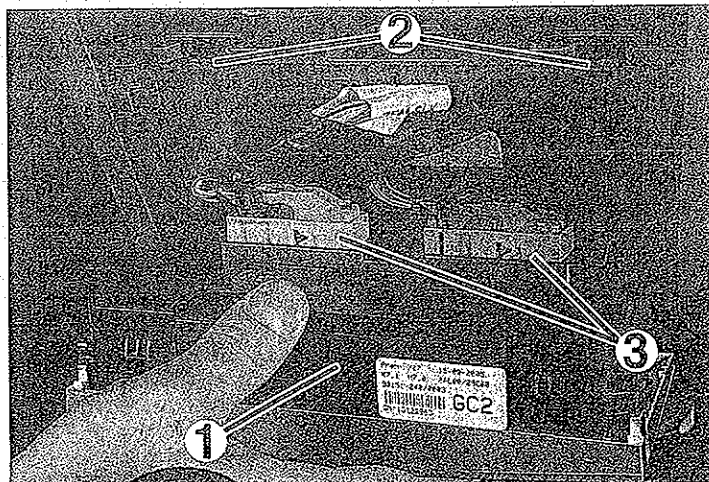

FIG. 9
- Separar el cuadro de mandos de la climatización (1) de sus dos clips (2) (fig. 9).
- Sacar los dos conectores (3).
- Desmontar el cuadro de mandos de climatización (1).